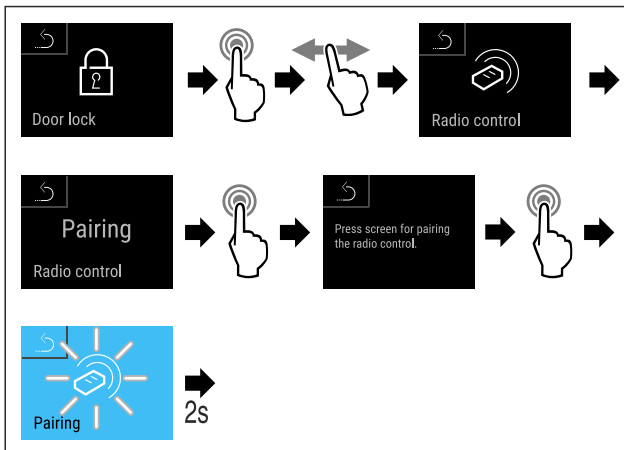

Fig. 100
- ▶ Seguir los pasos de procedimiento (consulte Fig. 100) .